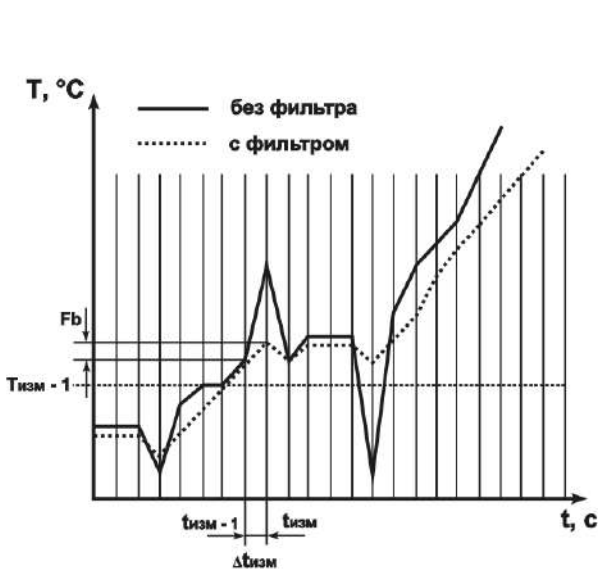

Рисунок 3
2.2.6.1 Полоса цифрового фильтра позволяет защитить измерительный тракт от единичных помех и задается в градусах Цельсия (°C). Если измеренное значение «Тизм» отличается от предыдущего «Тизм-1» на величину, большую, чем значение параметра $F_{\Gamma b}$, то прибор присваивает ему значение, равное («Тизм» + $F_{\Gamma b}$) (рис. 3). Таким образом, характеристика сглаживается.